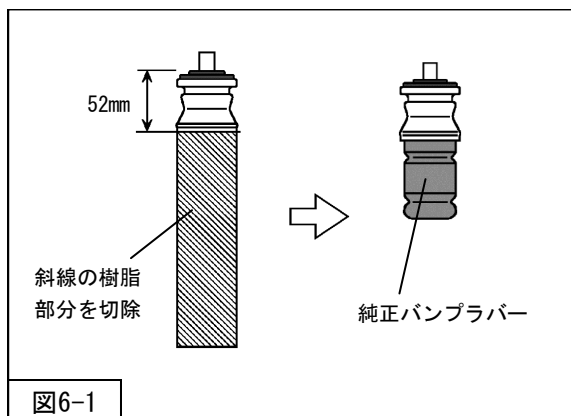

図6-1
- ・ダストブーツ部分が純正アッパーマウントと一体になっている場合は、図6-1を参考に樹脂部分を切除してください。
2. 純正アッパーマウントは、固定されている純正バンブラバーを取外し、リアショックアブソーバASSY（同梱品）に組付けてください。（図6-1）